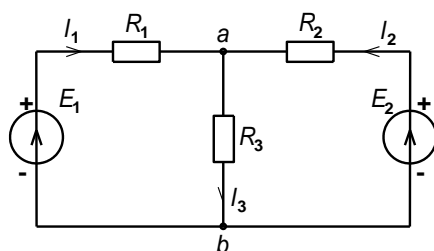

Рис. 6.
**Задача 6.** Для сложной электрической цепи, представленной на рис. 6, необходимо: